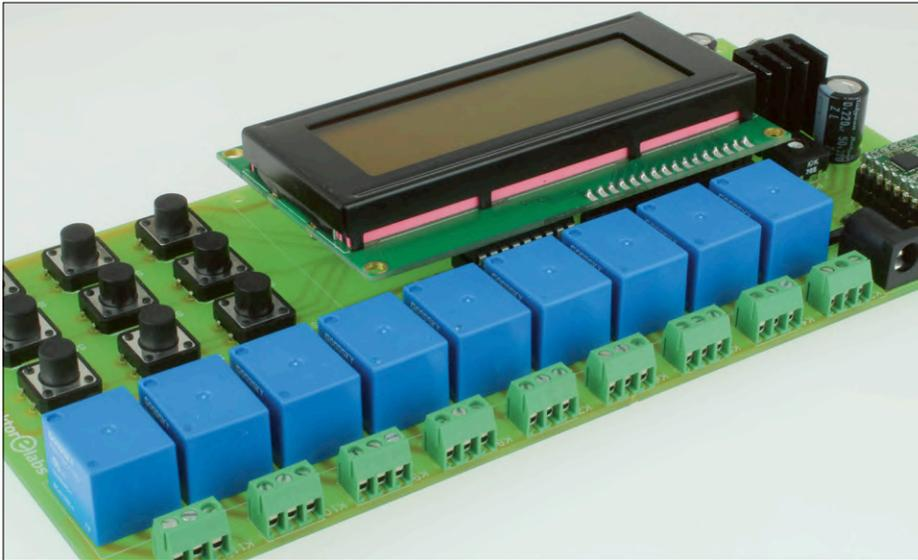

Figure 2. Chacun des neuf relais a un contact normalement ouvert (NO) et un contact normalement fermé (NC), accessibles sur un bornier à 3 broches.
régime) est d'environ 500 mA, ce qui fait qu'un bloc d'alimentation de 12 V, 6 VA CA-vers-CC devrait suffire pour alimenter la carte. Comme les relais disposent de contacts normalement ouverts (NO) et normalement fermés (NC) (fig. 2), les charges qui sont supposées être actives plus de 50% du temps doivent être connectées aux contacts NC pour économiser un peu d'énergie.